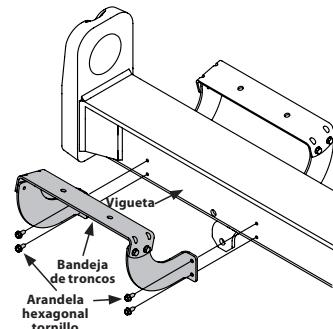

Figura 8
18. Vuelva a colocar el bandeja de troncos al costado de la víguela con la válvula de control, alineando los orificios del bandeja con los orificios de la víguela. Vea la Figura 8.